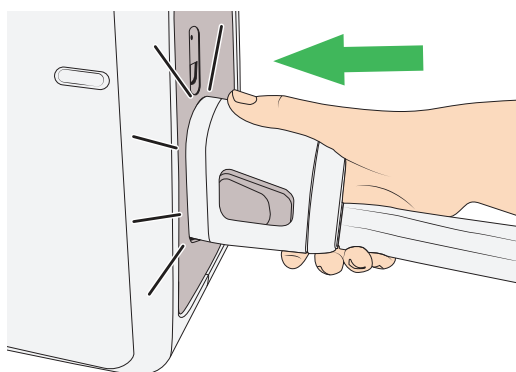

図 44
7. チューブセットを Auralis ポンプに接続します。チューブセットが所定の位置にぴったり収まったことを確認します。図 44 を参照してください。